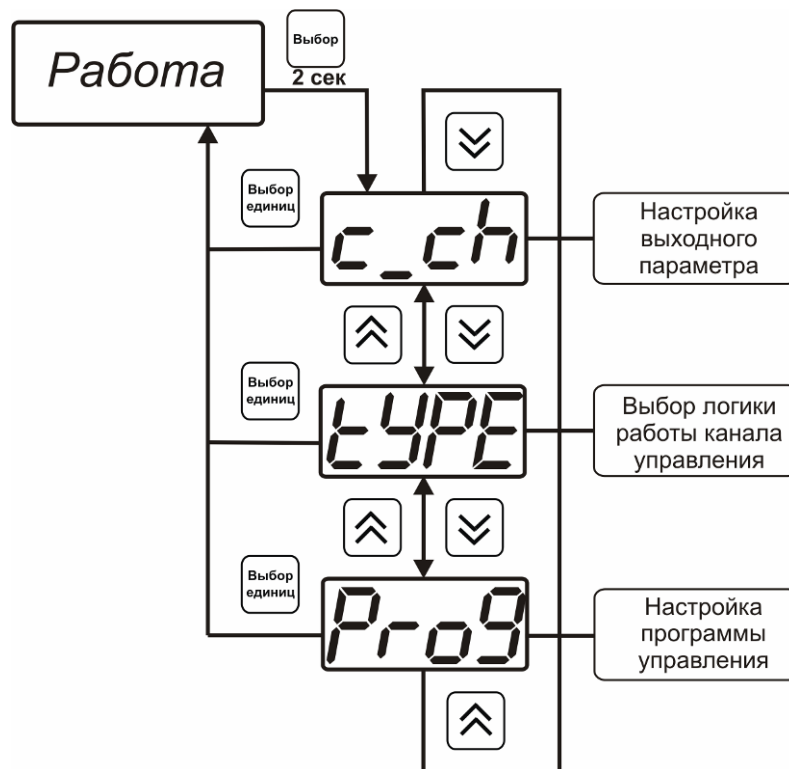

Рисунок 6.14 Режим настройки канала регулирования
**6.3.3.1** Вход в настройку каналов регулирования осуществляется длительным нажатием кнопки . После входа в режим настраивается канал регулирования, который был выбран в режиме **РАБОТА**. Настройка каналов регулирования включает: выбор входного параметра регулирования (температура или влажность), выбор логики работы канала, настройку программы регулирования, см. рисунок 6.14.